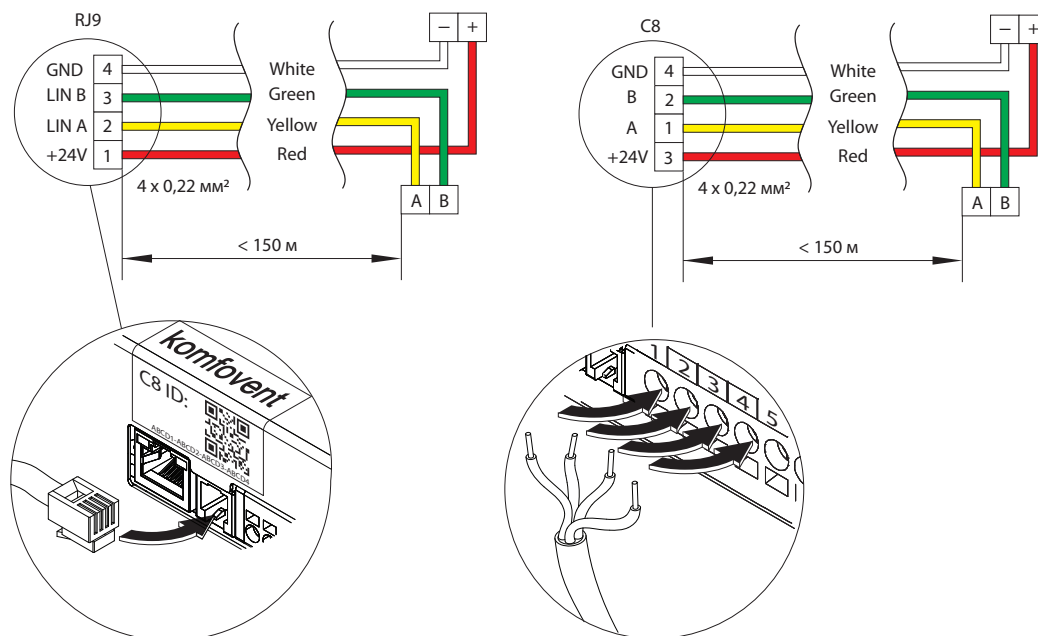

Рис. 14. Электрическая схема провода пульта
- Пульт управления (см. Рис. 14)
- Выходы TG1 (6–8)** – питание и сигнал управления для привода клапана для смешивания воды наружного теплообменника или для наружного охладителя/нагревателя прямого испарения (DX). В зависимости от настроек «Внешнего теплообменника» (см. «Руководство пользователя Domekt»), управление приводом клапана осуществляется по сигналу отопления или охлаждения. Также здесь может быть подключен наружный преднагреватель, необходимый для защиты теплообменника CF от обледенения.